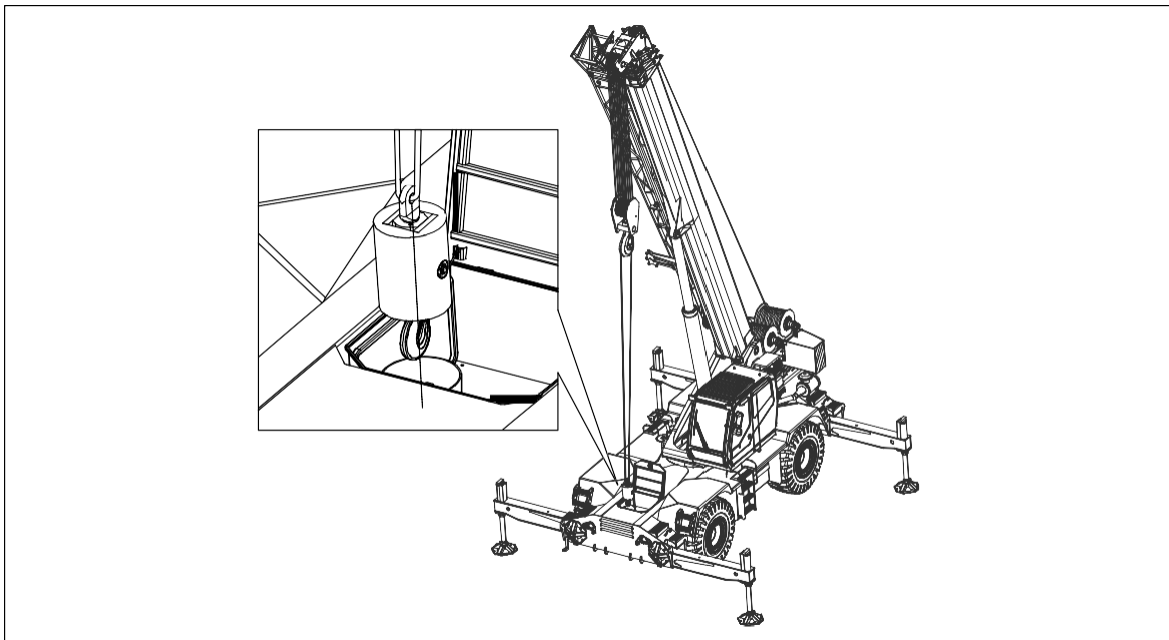

Figura 7-30 Retire o Gancho Auxiliar
- C. Retire o gancho auxiliar do suporte do gancho antes do conjunto do braço. Consulte a figura 7-30.